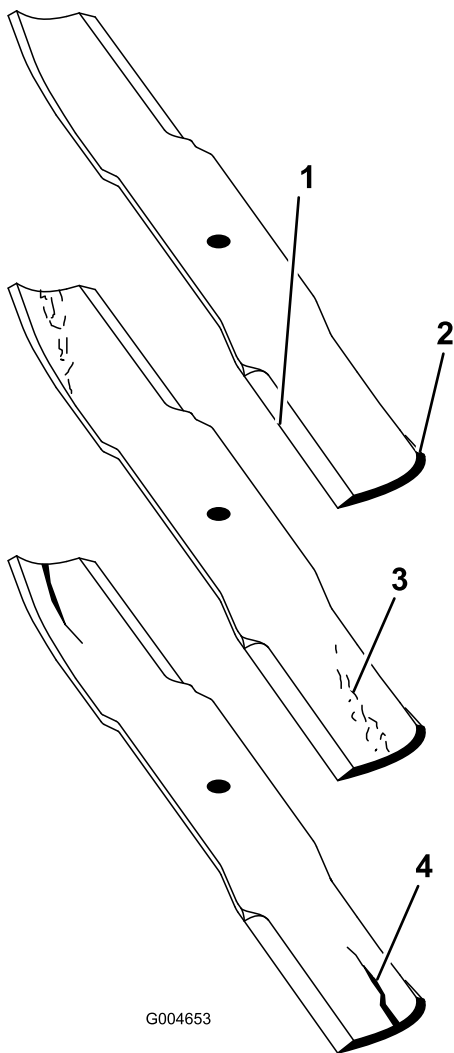

Figura 113
2. Examine cuidadosamente los extremos de corte de la cuchilla, sobre todo en el punto de reunión entre la parte plana y la parte curva de la cuchilla (Figura 113). Puesto que la arena y cualquier material abrasivo pueden desgastar el metal que conecta las partes curva y plana de la cuchilla, compruebe la cuchilla antes de utilizar el cortacésped. Si se aprecia desgaste (Figura 113), cambie la cuchilla.